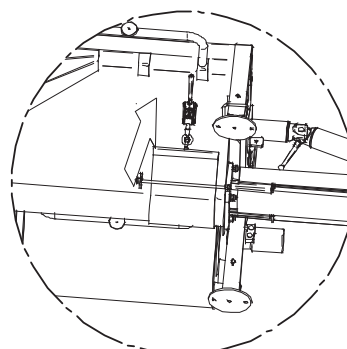

Abb. 10
- Den Auslass im Trichterboden öffnen (Abb. 10).